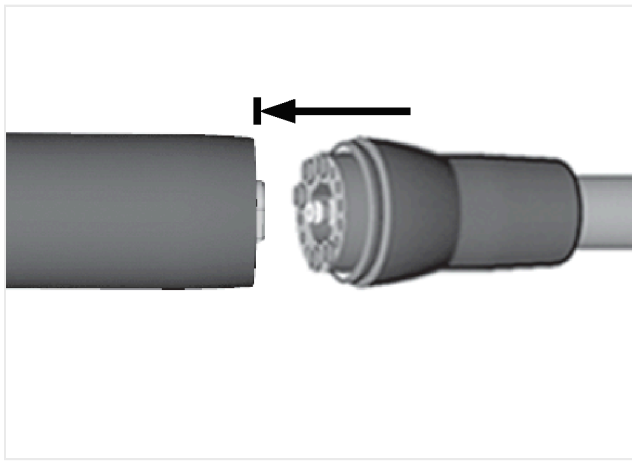

FIG. 2
2. Conectați motorul la furtunul său corespunzător (cu conector de tip MX2) după cum se arată în FIG. 2.